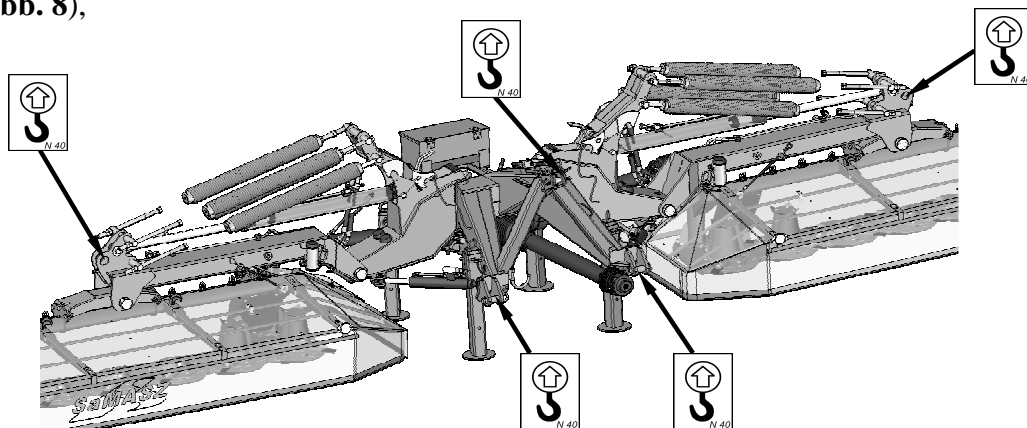

Abb. 8. Hubstellen
- ❑ die Maschine darf nur an den Stellen hochgehoben werden, die mit einem Haken gekennzeichnet sind (**Abb. 8**),